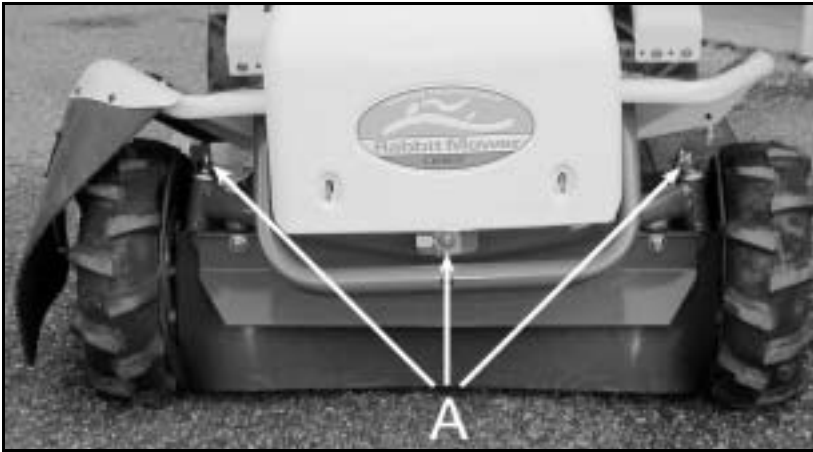

Figure 20
- Ne laissez pas la graisse en excès autour des pièces particulièrement en zone sableuse. Nettoyez les graisseurs sur les paliers, puis donnez un ou deux coups de pompe à graisse. Utilisez exclusivement de la graisse au bisulfure de molybdène NLGI N°2 (figure 20 et 21).